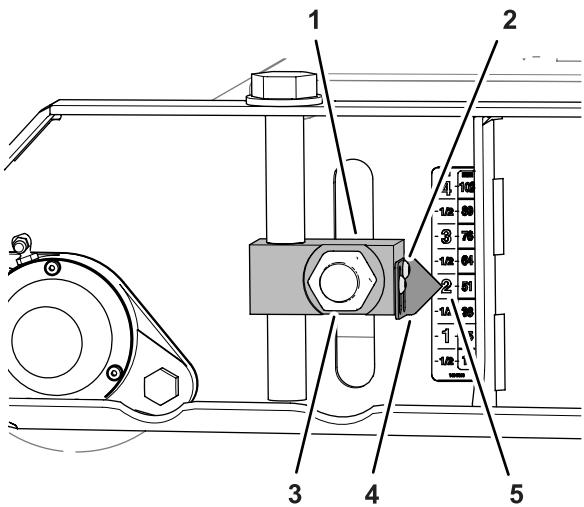
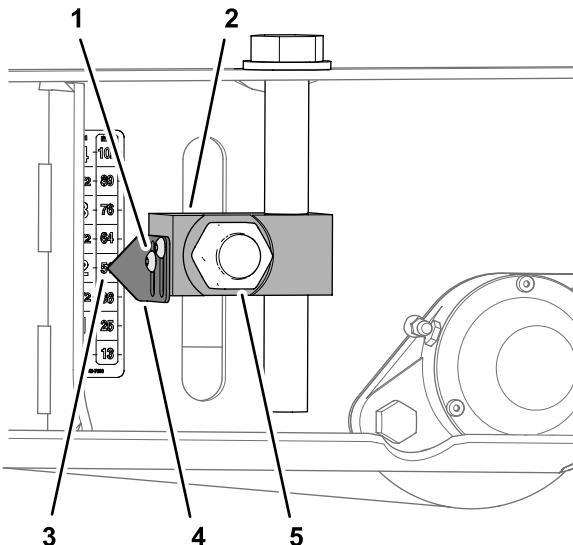

Figura 82
Figura 84
- Allentate le 2 viti a brugola che fissano il puntatore al blocco regolatore dell'altezza di taglio, allineate il puntatore alla tacca di 51 mm sull'adesivo e serrate le viti (**Figura 82**).
6. Allentate le viti a brugola che fissano i 2 puntatori al blocco regolatore dell'altezza di taglio, allineate il puntatore alla tacca di 51 mm sull'adesivo e serrate le viti (Figura 84).
7. Serrate i 4 dadi che fissano i 4 blocchi regolatori dell'altezza di taglio (Figura 82 e Figura 84) per i rulli anteriori e posteriori a 322–396 N·m.